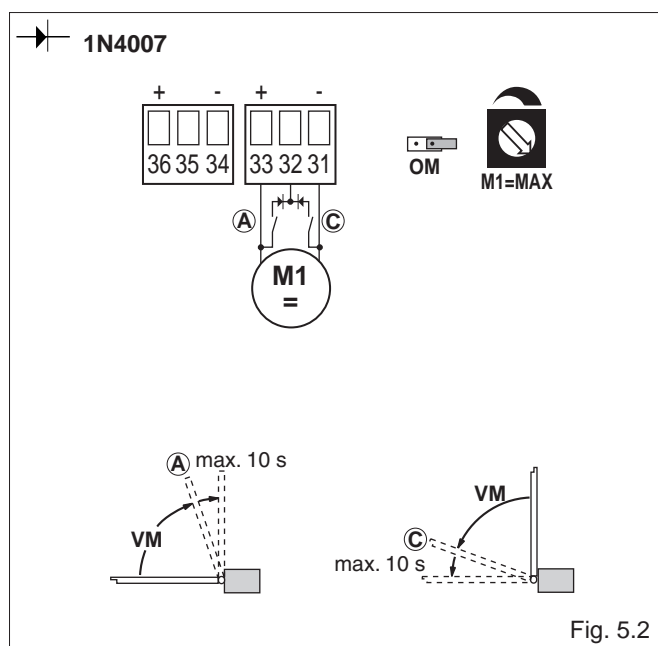

Fig. 5.2
- (Abb. 5.2) Verwendung mit Abbrems-Endschalter